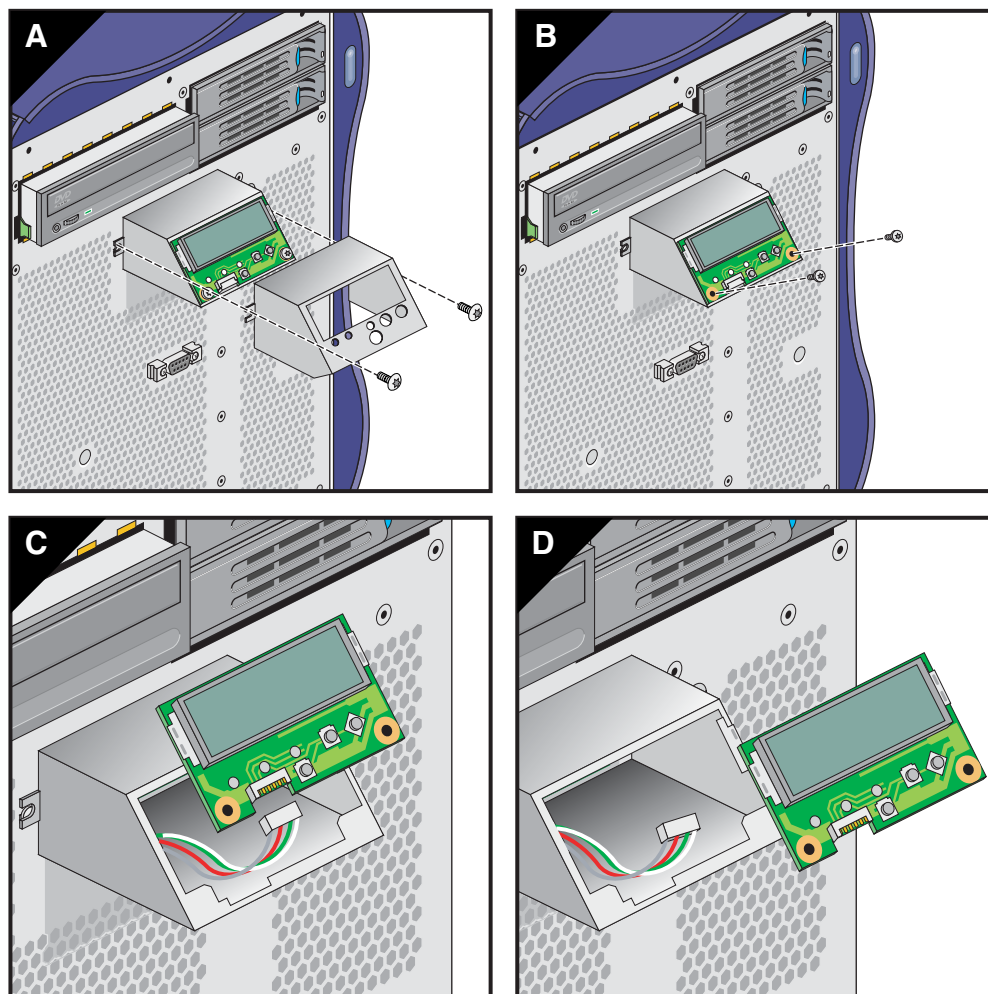

図 3-42 L1 画面ボードの取外し
1. 筐体に L1 画面ブラケットを固定している 2 本のねじを外し、L1 画面から外カバーをスライドさせて外します (図 3-42 を参照)。
2. 筐体の穴からハウジングのフックが外れるまで、L1 画面のハウジングを上を持ち上げます (図 3-42 を参照)。
3. ハウジングに L1 画面ボードを固定している 2 本のねじをゆっくりと外します。続いて、画面ボードの端を持ち、ハウジングから画面ボードを外します (図 3-42 を参照)。
4. L1 画面ボードから L1 画面ケーブルをゆっくりと外します。L1 画面ボードを安全な場所に置きます (図 3-42 を参照)。